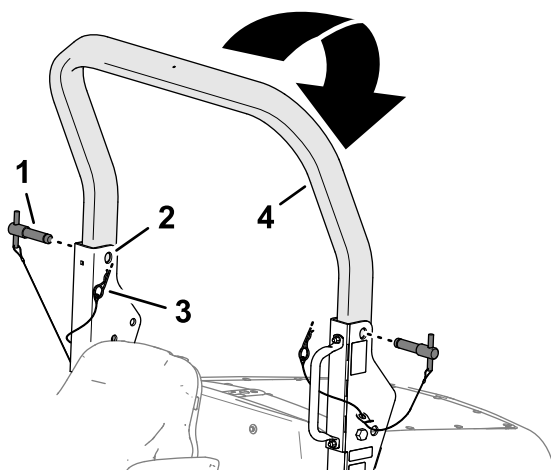

Bild 29
2. Entfernen Sie die Splinte aus den Überrollbügelstiften in den Schwenkhalterungen des unteren Überrollbügelrahmens (**Bild 29**).
3. Halten Sie das Gewicht des oberen Überrollbügels und entfernen Sie die Überrollbügelstifte aus den Schwenkhalterungen (**Bild 29**).